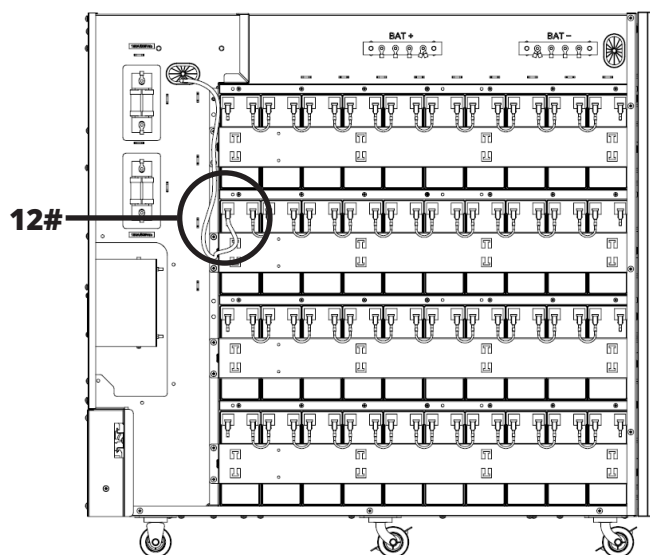

Figure 5-19A
27. Connecter la batterie 10- du groupe 3 à la barre du bus de la batterie N (BAT N) (Figure 5-19A).